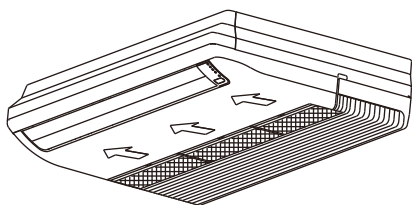

Рисунок E3
1. Извлеките воздушный фильтр из входного воздушного отверстия (см. рис. E3).
3. Установите воздушный фильтр, выполнив действия, показанные на рис. E3, в обратном порядке.